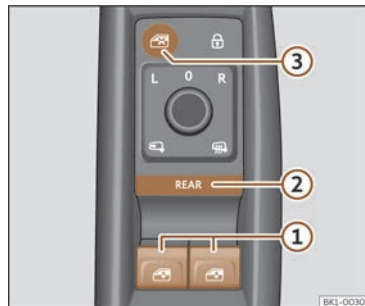

Fig. 91 Detalle da porta do condutor: mandos para as fiestras.
Por defecto, os alzavidros eléctricos das portas dianteiras pódense manexar coas teclas  >>> **fig. 91** ①.
REAR Prema brevemente o botón >>> **fig. 91** ② para activar o funcionamento dos alzavidros eléctricos das portas **traseiras**. Cando o manexo dos alzavidros eléctricos das portas traseiras está activado, acéndese a luz do botón. Volva premer brevemente o botón **REAR** para activar o manexo dos alzavidros eléctricos das portas dianteiras. Se, despois de activar o manexo dos alzavidros eléctricos das portas traseiras, transcorren máis de 10 segundos sen que se accionen, vólvese activar o funcionamento dos alzavidros das portas dianteiras.
Accione o botón >>> **fig. 91** ③ para desactivar as teclas dos alzavidros eléctricos situados nas portas traseiras. Cando estas teclas están desactivadas, a luz do botón apágase.